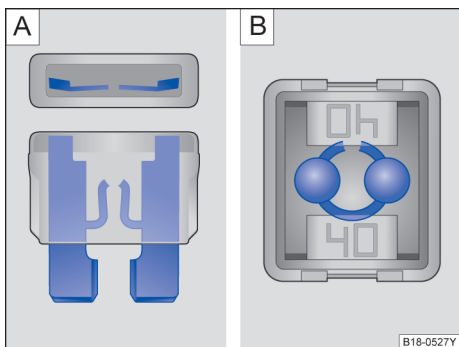

图 128 烧断的保险丝：A 扁平插入式保险丝，B 方块型保险丝
- 烧断的扁平插入式保险丝 (ATO®、MINI®) 可从上面和侧面透过透明外壳通过熔断的金属条来识别 ⇒ 图 128 A。
- 对于烧断的方块型保险丝 (JCASE®)，烧断的金属条可从上面透过透明的外壳来识别 ⇒ 图 128 B。